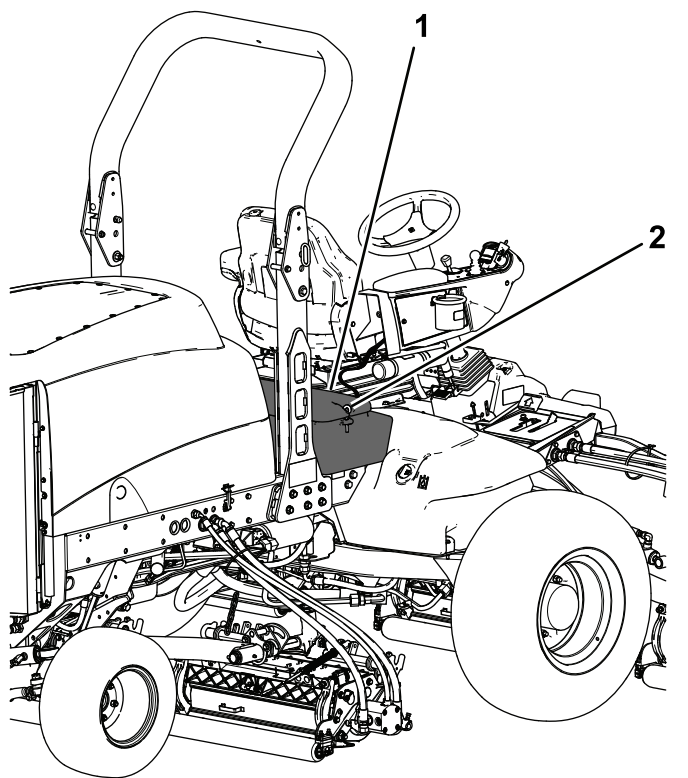

図 85
- 運転席のコンソールパネルのラッチを外して持ち上げる 図 85。